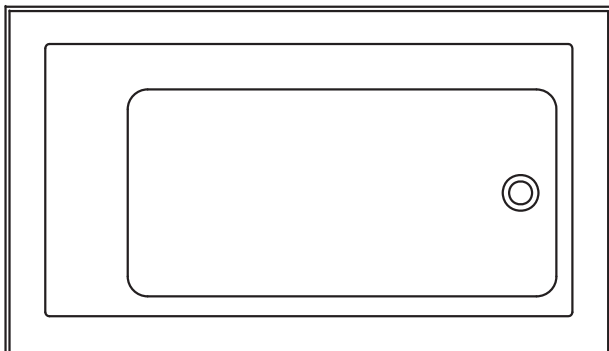

FIGURE 4 - LOCATION FOR THE SCREWS
Fasten the flange of the tub to the wall studs with 5/8" (16mm) or longer screws. See Figure 4 for location of screws.
Please Note: In order for the tub to be installed correctly a dry wall screw must be driven through the tile flange into each stud around the alcove. See Figure 4 for reference.
**Veillez noter:** Pour s'assurer que votre baignoire ou douche est installée correctement enfoncez des vis à placoplâtre autour des brides est aux alentours l'alcôve. Voir la Figure 4 pour référence.